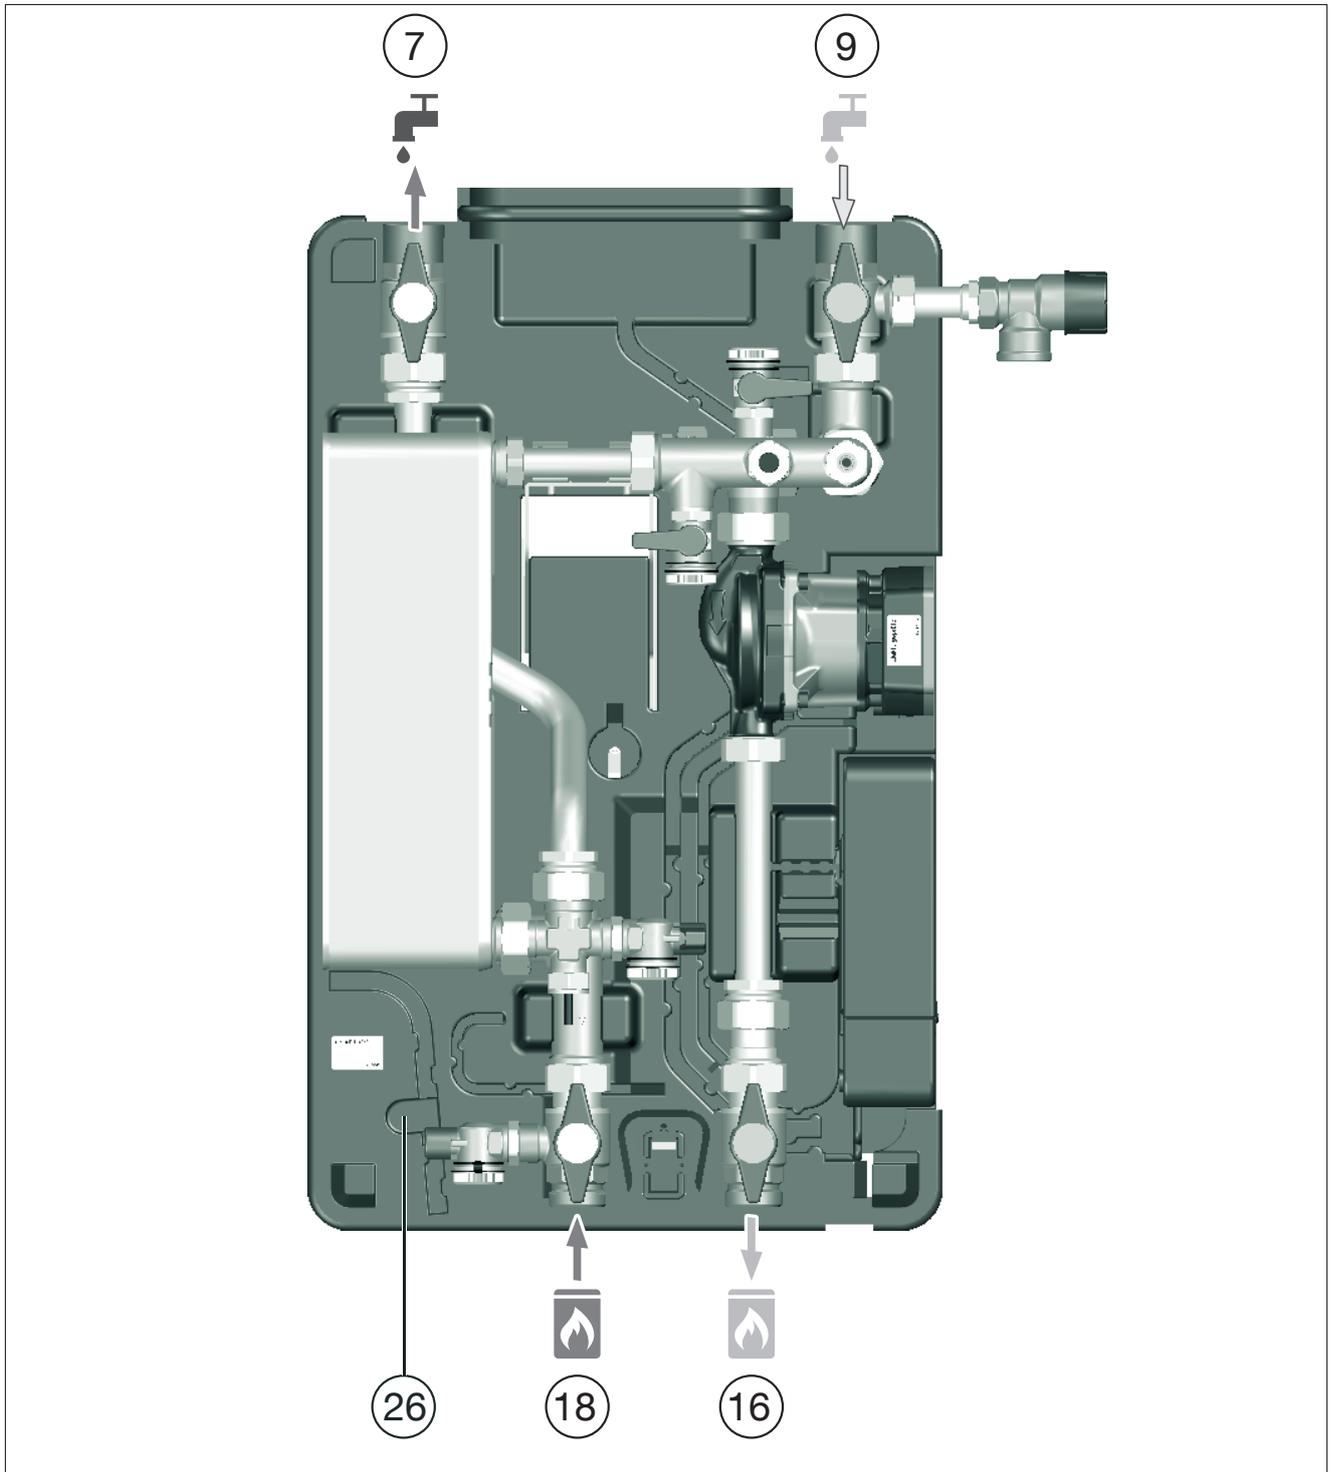

Fig. 16: Descripción funcional
La cubierta inferior tiene un soporte para el codo de descarga de la válvula de toma de muestras (véase Fig. 16 en la página 25).
(7)	Retorno del agua potable (caliente)
(9)	Ida del agua potable (fría)
(16)	Retorno del circuito del acumulador
(18)	Ida del circuito del acumulador
(26)	Soporte para codo de descarga de la válvula de toma de muestras
- Si es necesario, instale un filtro adicional de agua potable (TF) (accesorio de Oventrop) tan cerca como sea posible a la conexión de agua fría de la estación.
- Instale una válvula antirretorno (Posición (4) en la Fig. 3 en la página 14) en la ida del agua potable (caliente) (posición (9) en la Fig. 16 en la página 25), para separar el agua potable fría del agua que ya ha sido calentada en la estación.